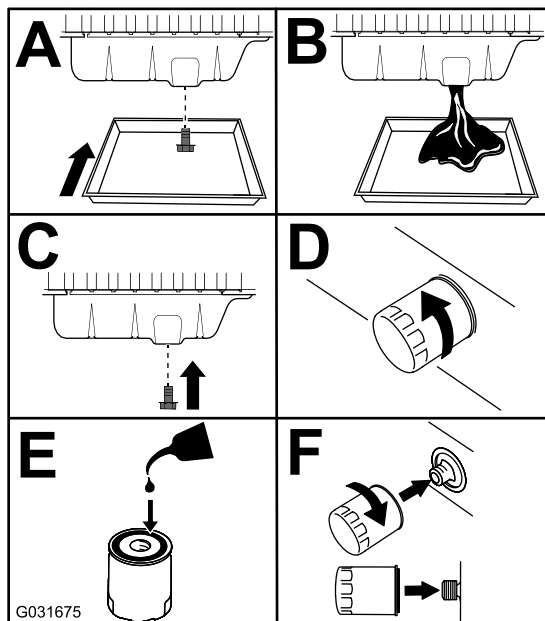

Рисунок 68
3. Замените моторное масло и масляный фильтр (Рисунок 68).